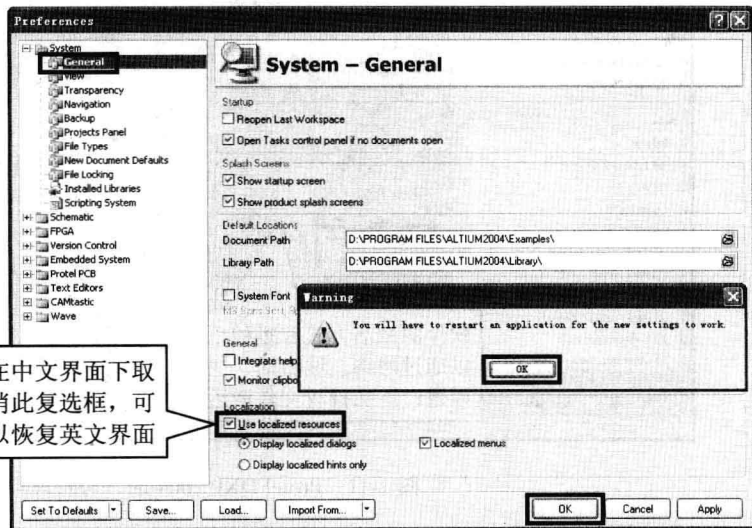

图 1-15 “Preferences”（优先设定）对话框
**步骤 2** 系统弹出“Preferences”对话框, 在左侧窗格中依次单击“System”>“General”选项, 然后在右侧界面的“Localization”区域选中“Use Localized resources”复选框, 如图 1-15 所示。
**步骤 3** 在弹出的“Warning”对话框中单击  按钮, 然后在“Preferences”对话框中单击  按钮, 参见图 1-15。